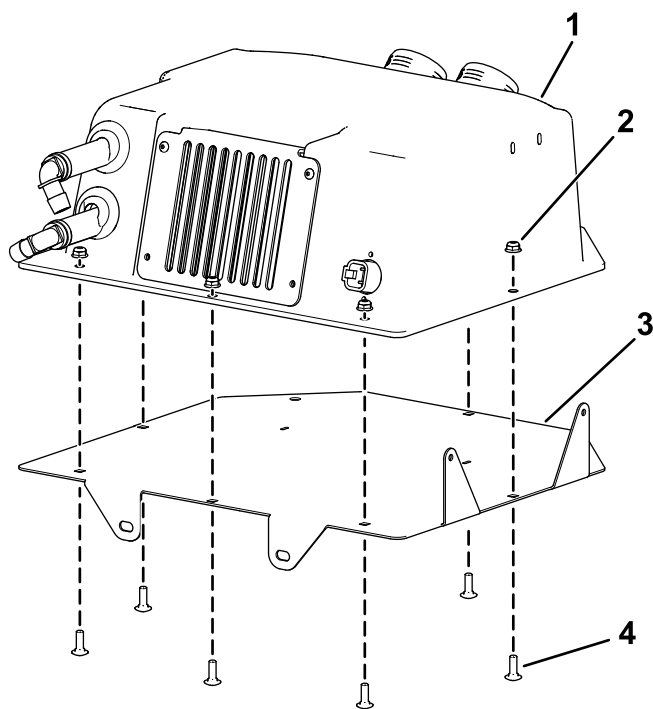

図 15
6. ヒーター取り付けブラケットにヒーターボックスアセンブリを取り付けるキャリッジボルト1/4 x 3/4"6本とロックナット1/4"6個を使用する図 15を参照。ボルトを 26 11 N·m2.65 kg·m = 100 in-lbにトルク締めする。